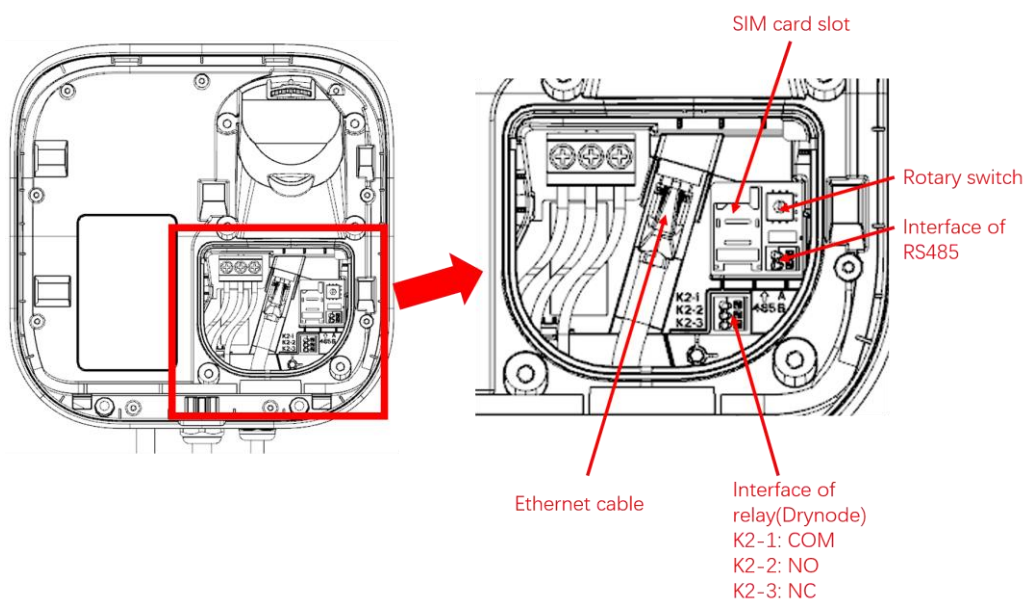
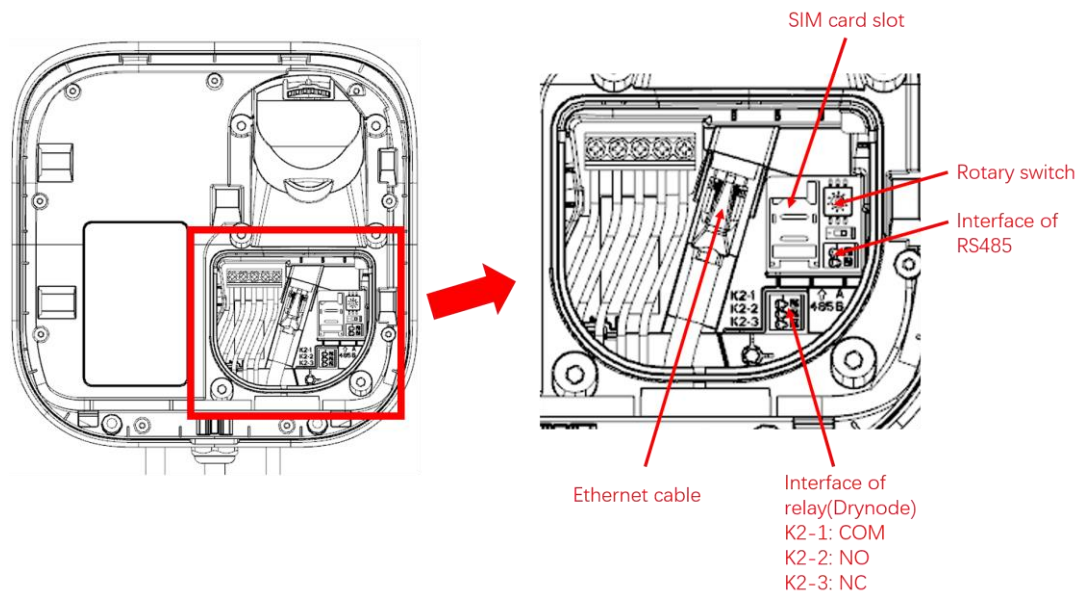

Fig. 18 Cavo Ethernet 7 kW
Fig.19 Cavo Ethernet da 11 kW
5. Inserire il cavo di rete nella porta del cavo Ethernet e installare la scheda SIM, come mostrato nella Fig. 18 e nella Fig. 19.